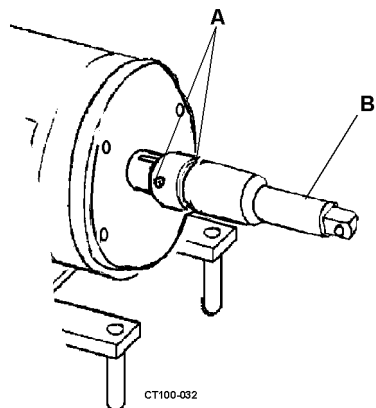

Figura 21 - Rimozione dell'alberino
3. Allentare le due viti di arresto che fissano l'alberino all'albero motore (vedere Figura 21, rif. A e B). Rimuovere con cautela l'alberino. L'alberino è accoppiato saldamente, ma può essere rimosso esercitando una pressione intorno all'albero usando una leva.